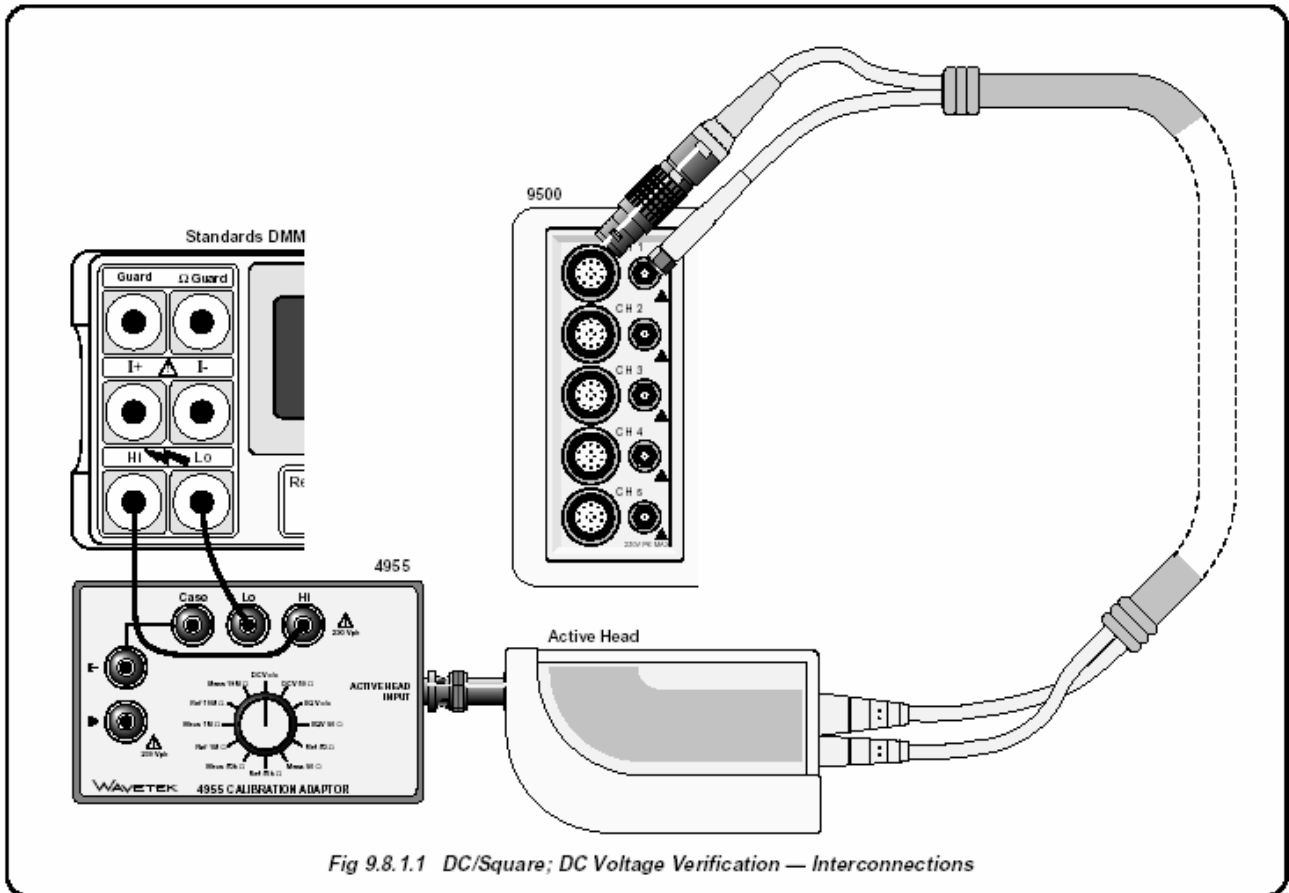

Рис. 9.8.1.1. Функция DC/Square: Поверка функции постоянного напряжения - межсоединения
1. **Соединения** Убедитесь, что калибратор 9500В соединен с цифровым мультиметром как показано на *Рис. 9.8.1.1*, или через аналогичный BNC-4mm адаптер, и что оба прибора включены и прогреты.
2. **9500В** Убедитесь, что калибратор 9500В установлен в ручной режим (MANUAL) и выберите функцию DC/Square; затем функцию постоянного положительного напряжения (DC) (Positive) (из ручного (MANUAL) режима, установленного по умолчанию, нажмите функциональную клавишу WAVEFORM и затем необходимую функциональную кнопку с правой стороны экрана). Выберите требуемый выходной сигнальный канал (Signal Channel) (нагрузка 1 МОм), и, при необходимости, канал запуска и коэффициент запуска (Trigger Ratio).